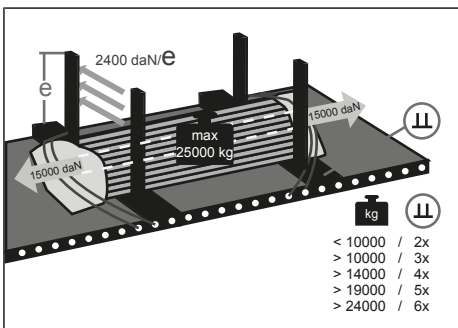

Abb. 8-21: Multi Fix-System
- ▶ Stahlrohre zwischen den senkrechten Stützbalken auf den Auflagebalken positionieren (siehe "Abb. 8-21: Multi Fix-System", S. 147).
- ▶ Sicherungsnetz an den Enden der Stahlrohre anbringen (siehe "Abb. 8-21: Multi Fix-System", S. 147).